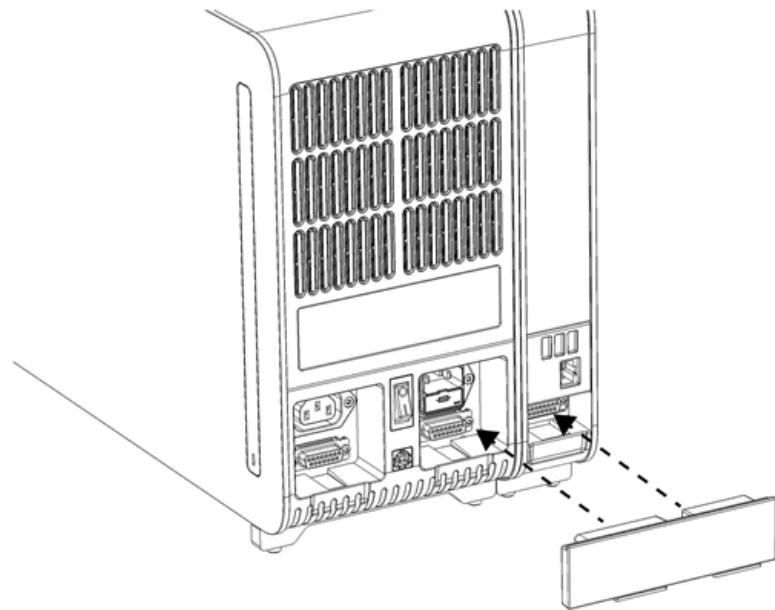

Figure 8. Connexion du pont de module analytique/opérationnel.
5. Connectez le pont du module analytique/opérationnel à l'arrière du QlAstat-Dx Analyzer 2.0 pour connecter ensemble les modules opérationnel et analytique (figure 8).